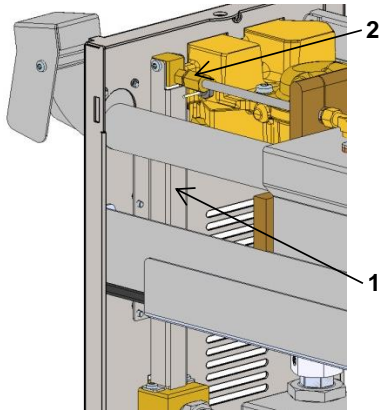

Abb. 5: Füllstandsanzeige montieren
- Füllstandsanzeige (10) (Kennzeichnung 1 → Abb. 5) einfahren.
- Verschraubung Rohrleitung (Kennzeichnung 2 → Abb. 5) anziehen.